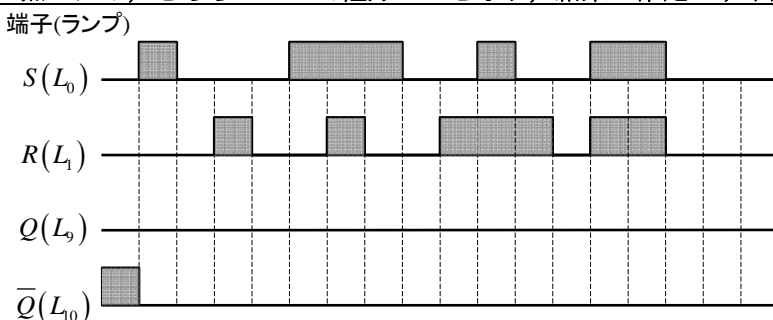

図 2 RS フリップフロップのタイムチャート
a) 図 2 のタイムチャートに従い、フリップフロップの入力端子に対応する 2 個の入力スイッチ S_0 、 S_1 をオンオフにして、フリップフロップの出力端子に対応する 2 個のランプ L_9 及び L_{10} の状態を図 2 に記録する。